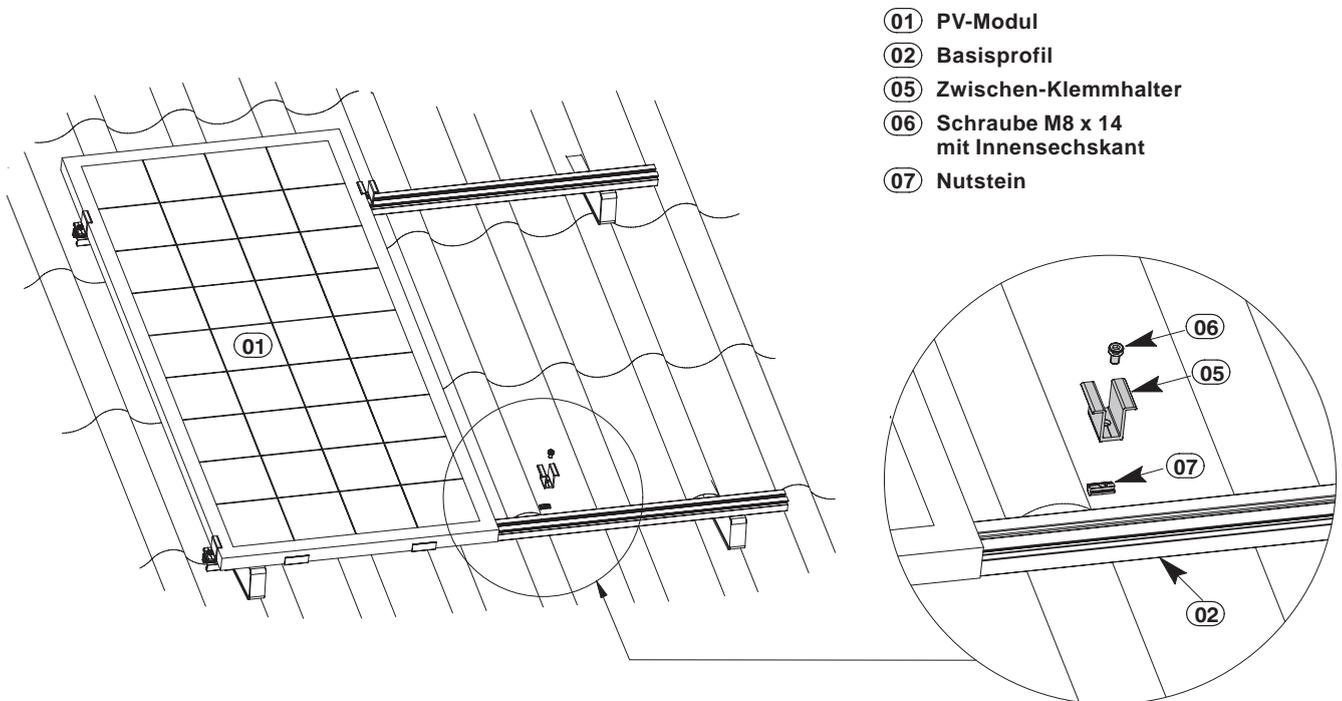

Abbildung 11a: Befestigung des Zwischen-Klemmhalters
- 1.) Nutsteine (07) - für zweites PV-Modul - in Basisprofile einbringen.
- 2.) Zwischen-Klemmhalter (05) - gemäß Abbildung 11a - mit Schrauben (06) und Nutsteinen fixieren.